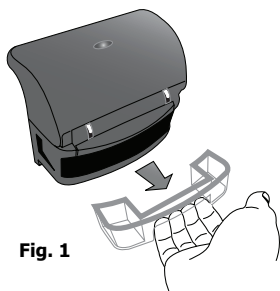

Fig. 1
1. Haal de wateropvangbak, onder het dekselscharnier, in een uitwaartse beweging [afb. 1] uit de rijstkoker. Gooi het opgevangen water na gebruik weg.